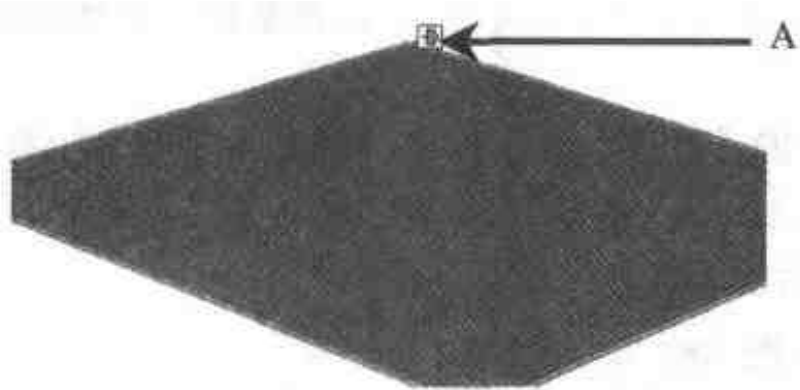

图 4.4 选择编辑状态
- (2) 单击板料进入智能图素编辑状态，单击如图 4.4 所示图状态图标(A)，进入【包围盒】状态。